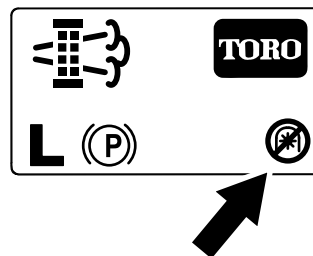

Figura 46
**Nota:** O Ecrã inicial mostra o ícone da PTO desativada (Figura 46).
**Nota:** O Ecrã inicial mostra o ícone da PTO desativada; consulte Figura 46 em Mensagens da regeneração em estacionamento \(página 42\).